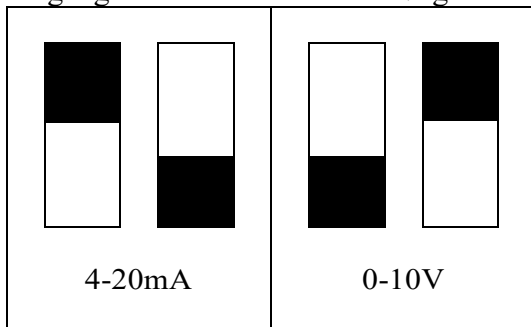

Fig. 1.
- (2) **Kanalvælger:** Du drejer kontakten, indtil den er på den kanal, du vil sætte på.
- (3) **Indgangsvælger:** Her skifter du mellem 0-10V og 4-20mA signal. (se Fig. 1)
- (4) **Aktiveringskanal:** Her kan du tænde og slukke for de enkelte kanaler. (En kanal fra viser intet på skærmen).
- (5) **Inversion af kanalen:** Her skifter du mellem, om alarmen trækkes, når alarmgrænsen er over eller under den målte værdi. Ved ON er alarmtærsklen nederst på skalaen, hvilket indikerer alarm, når trykket falder.
- (6) **Displaystik:** Her forbinder kablet til displayet.
- (7) **USB.** Ikke i brug. Til intern test og kvalitetskontrol.
- For 0-10V indstil dip-kontakterne (3) til 0-10V position (se fig. 1) og minus til GND-terminalen samt signalet til indgangsterminalen.
- For 4-20mA aktiv sensor, sæt dip-kontakterne (3) til position 4-20mA (se fig. 1) og minus til GND-terminalen og signalet til indgangsterminalen.
- For en 4-20mA passiv sensor, sæt dip-kontakterne (3) til position 4-20mA (se fig. 1) og minus til indgangsterminalen og plus til 24V-terminalen.